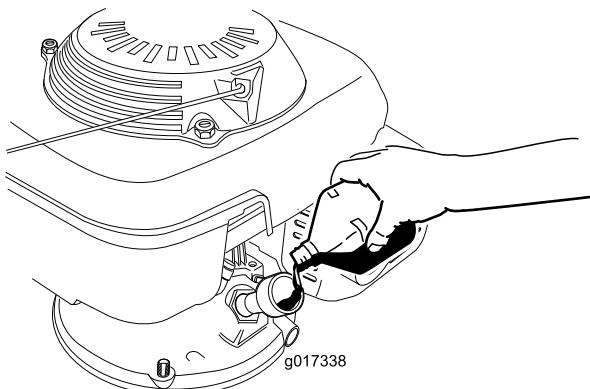

図 7
- 3. ゆっくりと 補給穴からオイルを入れ、3分間待ってからきれいに拭いたディップスティックを差し込み、但しねじ込まないようにして穴の奥まで入れる（図 7）。